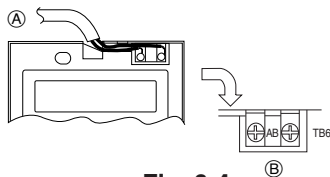

Fig. 6-4
- (C) Mur
- (D) Conduit
- (E) Contre-écrou
- (F) Manchon
- (G) Boîte de commutation
- (H) Cordon de la télécommande
- (I) Sceller avec du mastic
- (J) Vis en bois
2) Méthodes de connexion (Fig. 6-4)